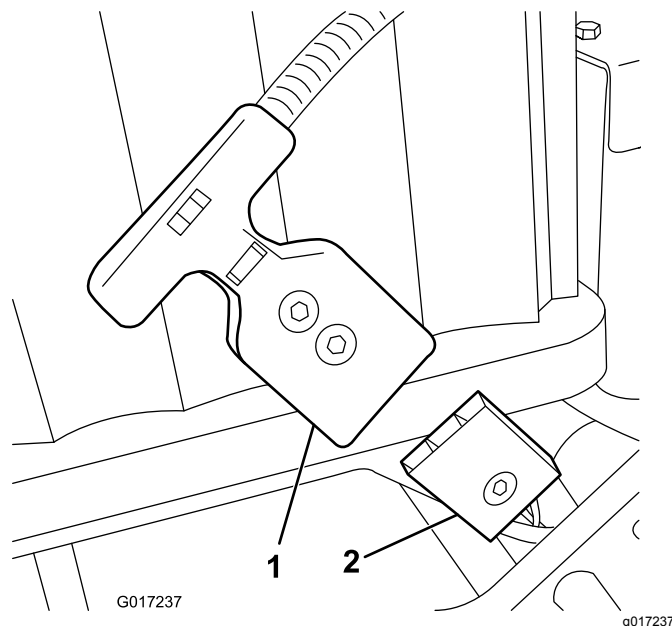

Figura 16
Nota: Se não conseguir combinar o receptáculo da bateria com o tampão da cablagem da máquina enquanto a bateria estiver instalada, pode ligar a cablagem à bateria e, em seguir, instalar a bateria. Retire o conector da alimentação principal (Figura 16) da base da bateria. Instale o conector na bateria como descrito. Instale a bateria na base, encaminhando a cablagem conectada através do orifício adequado e, em seguida, fixe o conector da alimentação principal na base da bateria com os dispositivos de fixação previamente retirados.
16. Ligue o conector da pega em T da cablagem principal ao conector de alimentação na base da bateria (Figura 16).